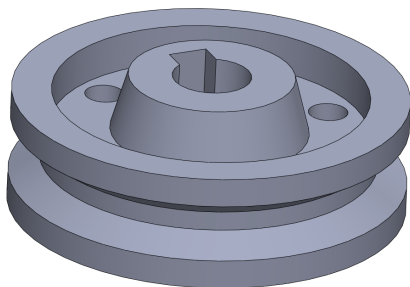

图 8-15 打开素材模型
(1) 单击常用工具栏中的【打开】按钮, 打开一幅素材模型, 如图 8-15 所示。